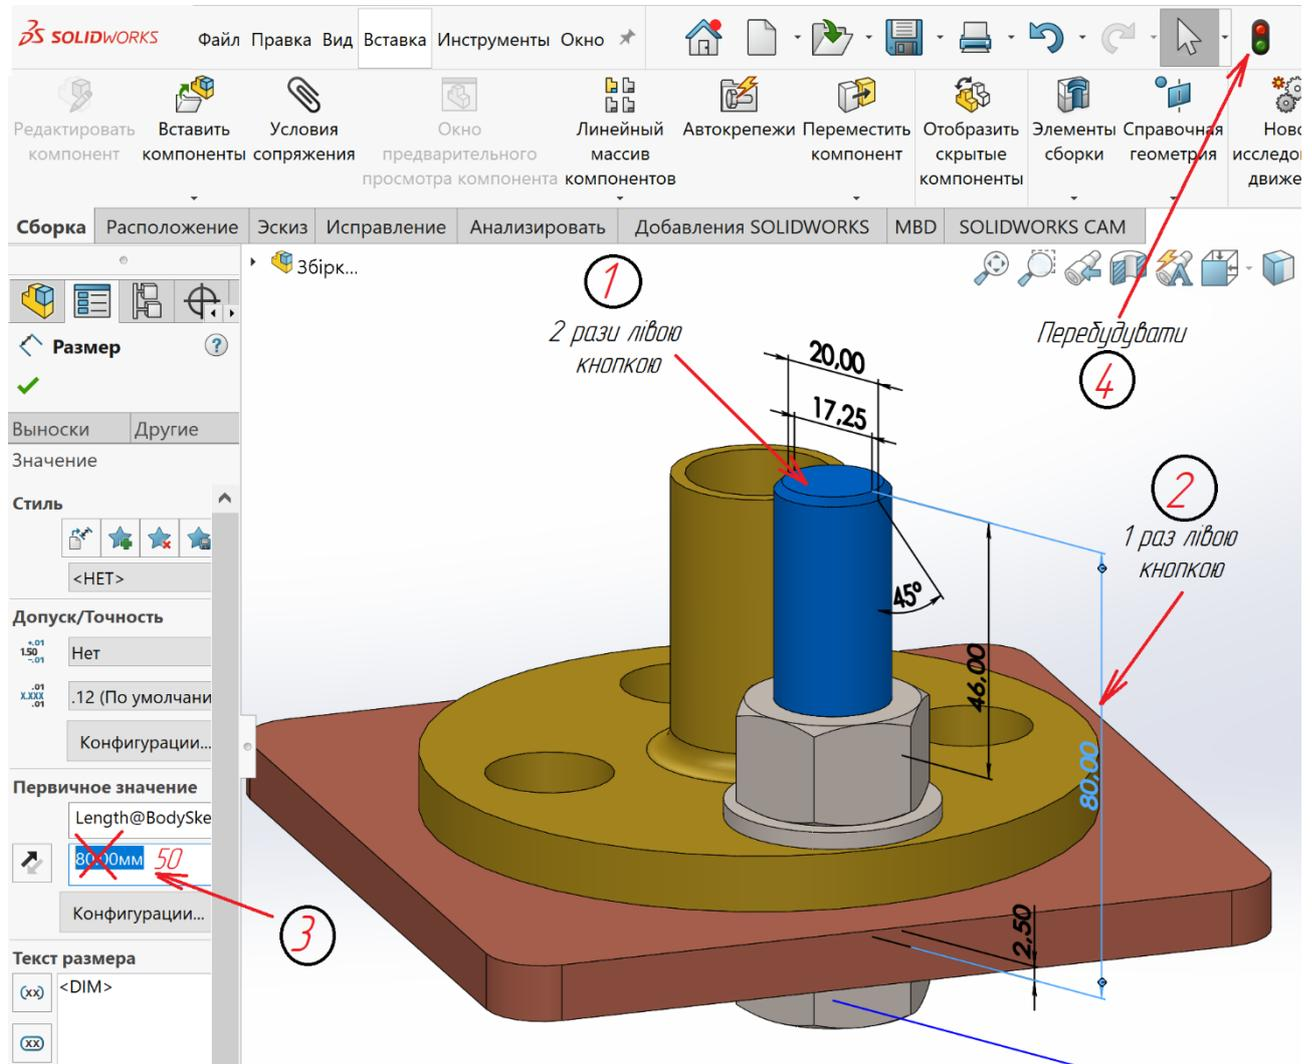

Рисунок 5.27 – Послідовність дій для зміни довжини болта
- 1) треба клікнути два рази лівою кнопкою миші по стержню болта зверху. На екран буде виведено всі розміри болта (рис. 5.27);
- 2) клікнути один раз по розмірній лінії висоти болта, на екрані з'явиться повідомлення, що ви збираєтесь ввести зміни в документ. Треба погодитись ОК (рис. 5.27);
3) активується панель властивостей де можна змінити довжину болта. Після введення зміненого значення довжини натиснути Enter (рис. 5.27);
4) для того, щоб зміни відбулись, на Стандартній панелі інструментів треба натиснути команду **Перебудувати**  або **Ctrl+B** (рис. 5.27).